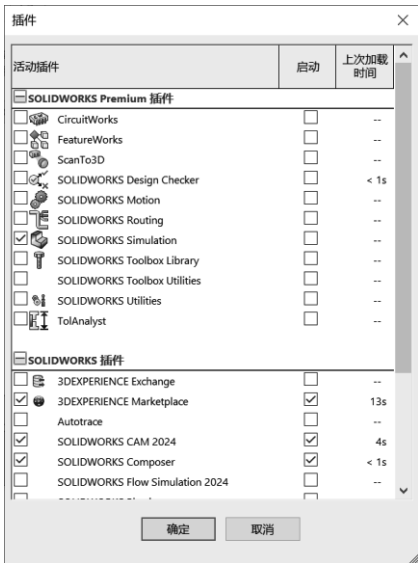

图 1-14 “插件”对话框
- (1) SolidWorks的菜单栏默认被隐藏，只要把鼠标放在SolidWorks图标右侧的▶按钮上，就可以自动显示菜单栏。单击菜单栏右侧的✱按钮，其形状变为★，像一颗图钉被按下一样，就可以一直显示菜单栏了。
- (2) 执行菜单栏中的“工具”→“插件”命令，可以弹出“插件”对话框，勾选常用的插件复选框，可以将其添加到菜单栏中。例如，勾选SOLIDWORKS Simulation复选框（见图1-14），单击“确定”按钮，菜单栏显示如图1-15所示。